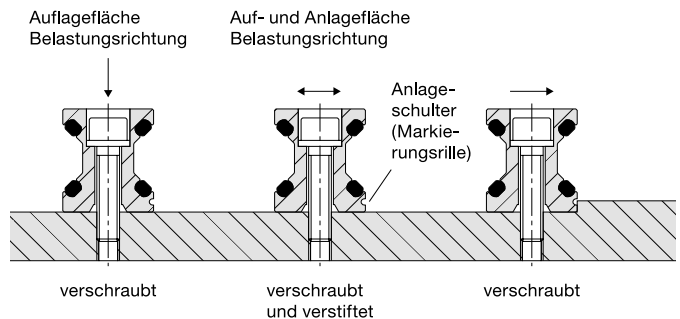

Abb. 6 Befestigung der Führungsschienen
- gegen eine Anlageschulter angelegt und verschraubt werden (Abbildung 6).